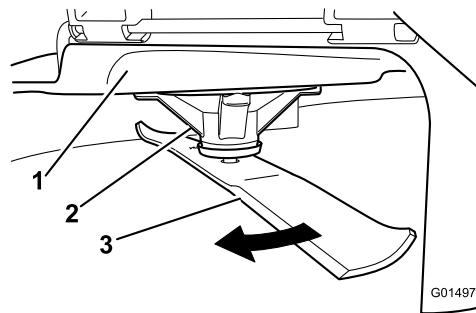

Figura 86
2. Llevando guantes fuertemente accolchados u otro tipo de protección apropiada para las manos, gire la cuchilla lentamente hasta una posición que permita medir la distancia entre el filo de corte y la superficie nivelada en la que descansa la máquina (Figura 86).